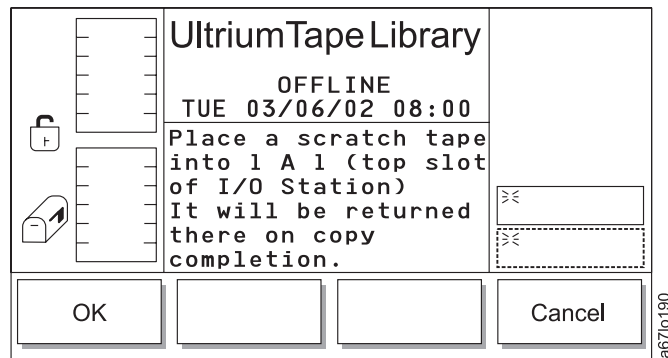

Abbildung 194. Dialog für Arbeitskassette
- Wird **OK** ausgewählt, erscheint der Dialog für Arbeitskassette (siehe Abb. 194 auf Seite 207).
Tabelle 143. Übersetzung von Abb. 194, Dialog für Arbeitskassette